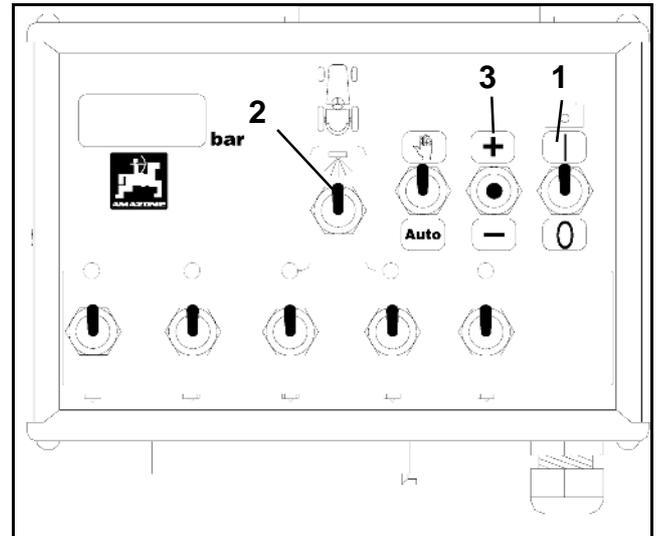

Fig. 7.17
- Conector / desconector (Fig. 7.17/1) para alimentación de corriente en posición "I" (CONECTADO).
- Interruptor (Fig. 7.17/2) para conexión / desconexión central de varillaje de rociado en posición "0" (DESCONECTADO).
- En caso de uso de la válvula „NG“ ajustar la presión de rociado tomada de la tabla de rociado mediante el pulsador ± (Fig. 7.17/3) en la correspondiente indicación de presión (Fig. 7.17/4).